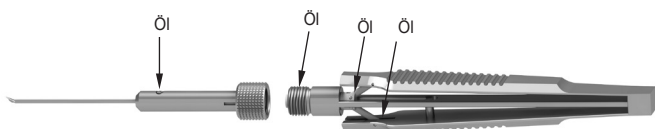

Abb. 4
- Bringen Sie das Instrumentenöl punktuell auf die zu öhlende Fläche auf (Abb. 4).